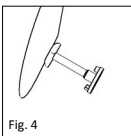

Fig. 4
■ **Fig. 4** Den stempelagtige del af sizeren er beregnet til at blive understøttet af stapes fodpladen under målingen. Den tallerkenformede del er beregnet til at ligge an imod trommehinden. Der skal ved bestemmelsen af proteselænggen tages hensyn til tykkelsen af transplantatet (f.eks. bruskskive), som senere bruges til mellemlæg imod trommehinden. Når den optimale længde er fundet, kan den tilsvarende længde på totalprotesen indstilles.